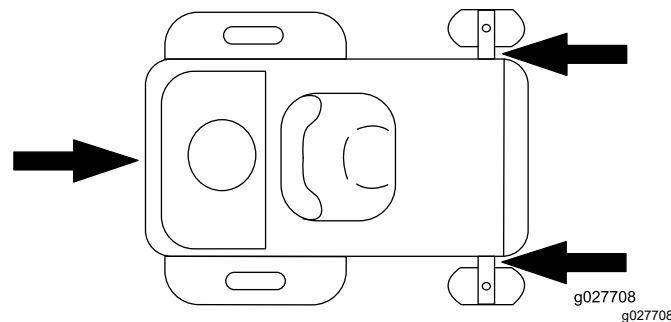

Figura 33
6. Legați maina de lângă roile pivotante față, folosind curele, lanuri, cablu sau frânhii (Figura 33). Consultați prevederile locale referitoare la fixare.